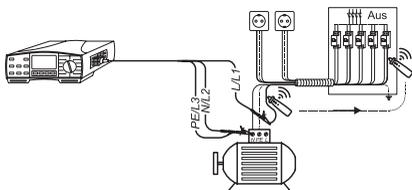
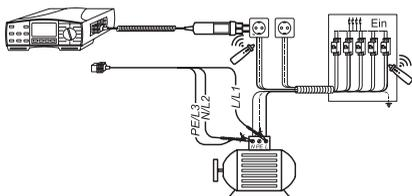

Bild 90: Anschluss an eine spannungsfreie Anlage
Bild 91: Anschluss an eine spannungsführende Anlage
- Die Messleitungen mit dem Prüfling gemäß Bild 90 oder Bild 91 verbinden. Falls gewünscht kann mit der Taste 'HILFE' diese Anschlussinformation direkt am Messgerät abgerufen werden, mehrfaches Drücken der Taste 'HILFE' zeigt verschiedene Anschlussmöglichkeiten an.